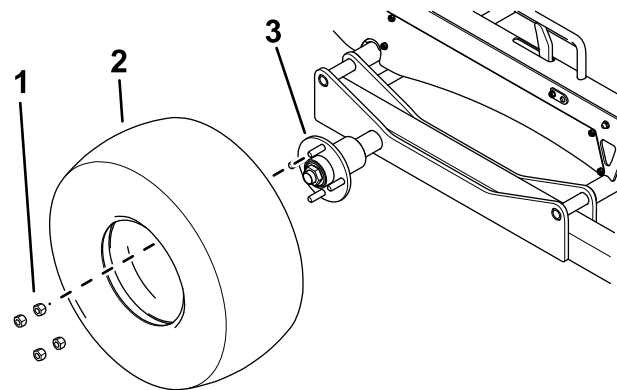

Figura 21
1. Monte um conjunto de roda em cada cubo de eixo com 4 porcas das rodas (Figura 21).